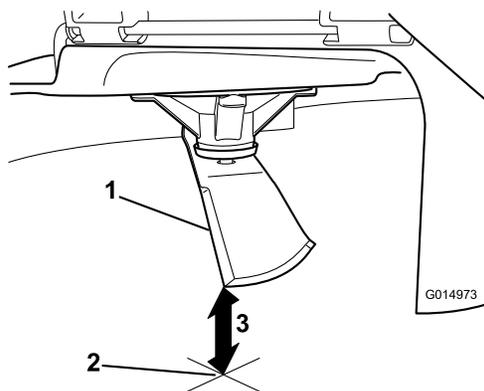

Рисунок 58
3. Измерьте расстояние от конца ножа до плоской поверхности (Рисунок 58).